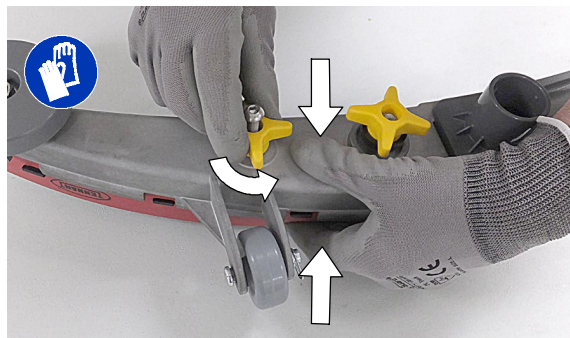

ABB. 123
2. Lösen Sie die zwei äußeren Knöpfe an der Wischgummi- Einheit. Dadurch wird die gefederte Blatthalterung vom Wischgummirahmen getrennt (Abbildung 123). Um die Knöpfe schnell zu lösen, drücken Sie die Blatthalterung und den Wischgummirahmen zusammen.